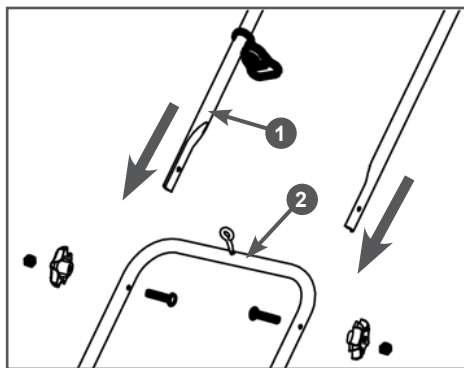

Рис. 3 Установка рукоятки управления
2. Установите рукоятку управления на стойку. Совместите отверстия в рукоятке 1 и стойке 2, вставьте в полученные отверстия болты, установите шайбы и закрутите барашковые гайки (Рис. 3).